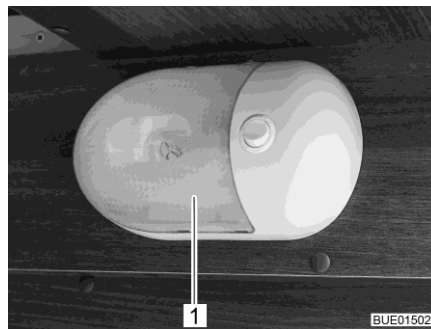

Fig. 318 Luminaire apparent
- Presser le couvercle transparent (Fig. 318,1) avec précaution des deux côtés, l'éloigner légèrement du commutateur et le retirer par l'avant.